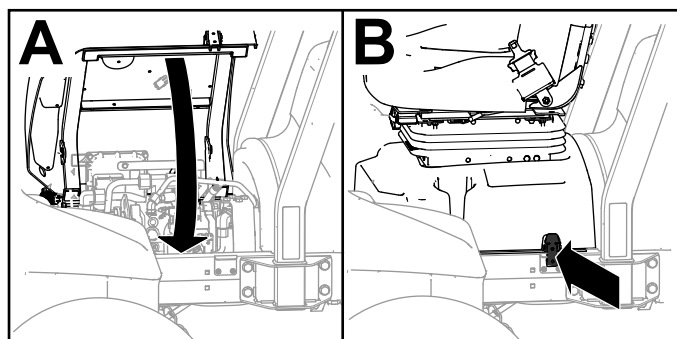

Figura 104
4. Gire el asiento y la base del asiento a la posición de cerrado y enganche la base (Figura 104).